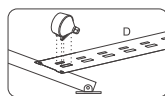

Figura 5
5) Instale los conos de plástico negros en el soporte inferior de los tubos (D) como se muestra en la Figura 5.